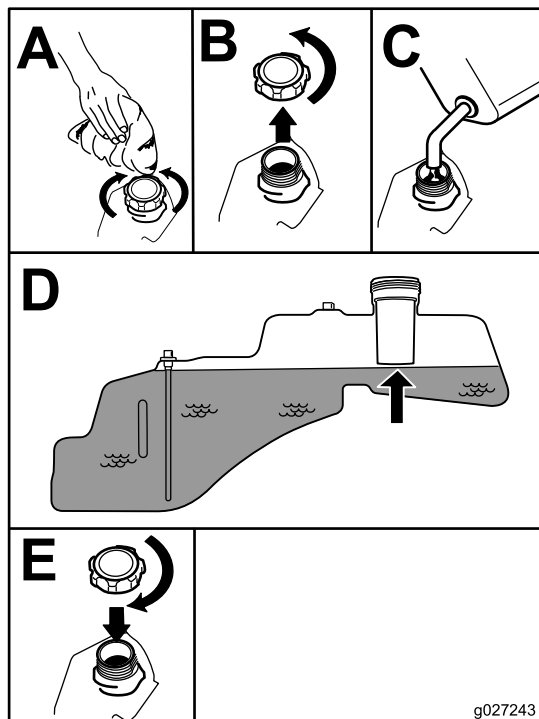

Figura 8
5. Encha o depósito de combustível até à extremidade inferior do tubo de enchimento (Figura 8).